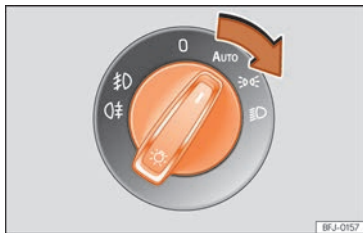

Fig. 89 Planche de bord : commande des feux.
- Tournez l'interrupteur dans la position désirée » fig. 89.